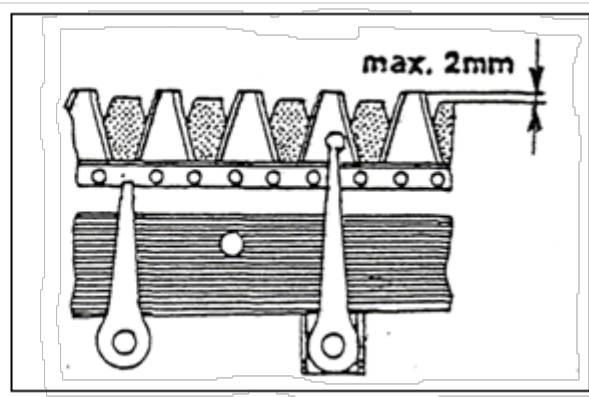

Bild 20.
- Knivarna på den övre skärbalken ska överensstämna med knivarna på den nedre skärbalken. Om de överlappar de nedre knivarna med två millimeter (bild 20), måste de övre styrarmarna justeras enligt punkt D.